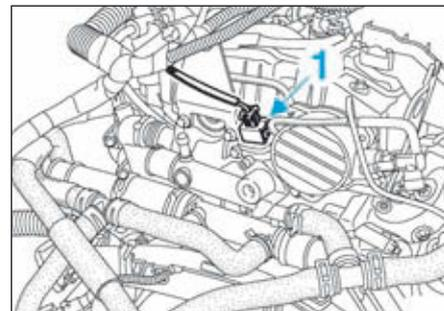

FIG.133
- Débrancher le connecteur (1) de la sonde de température (Fig.133).